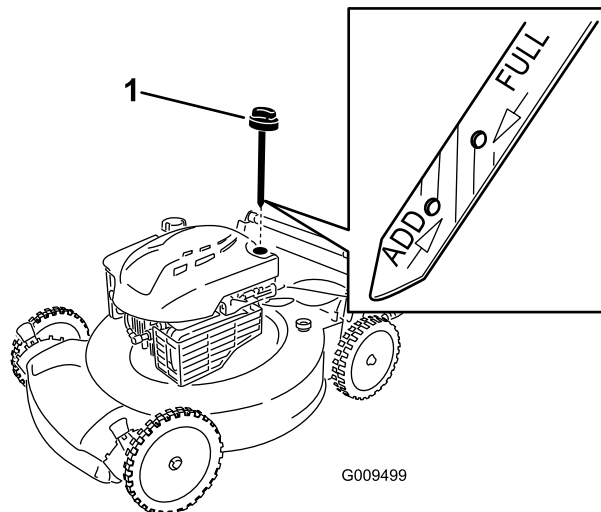

Figura 22
6. Retire la varilla del tubo de llenado de aceite (Figura 22).